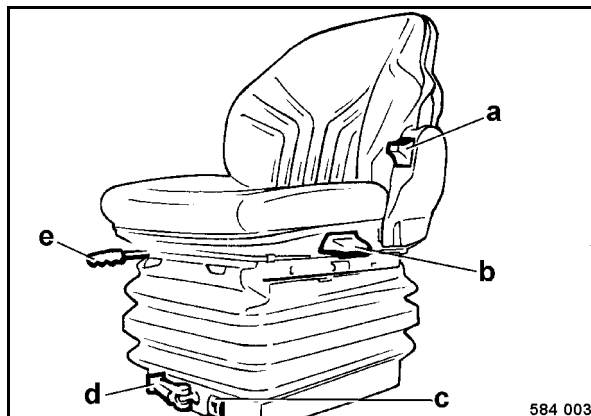

Fig. 57
- Ajustar el asiento en sentido longitudinal, a este efecto hay que sacar la palanca e (Fig. 57) y desplazar el asiento hacia delante o atrás.